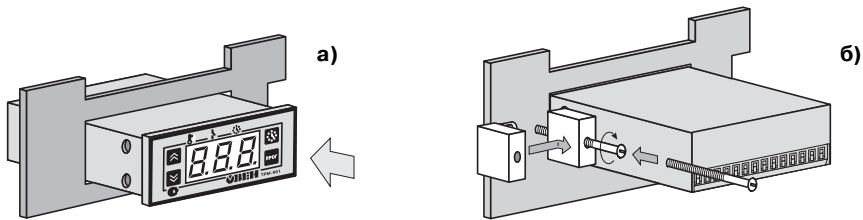

Рис. 3
5.1.2. Вставить прибор в отверстие лицевой панели щита, рис. 3, а.
5.1.3. Вставить фиксаторы из комплекта поставки в отверстия на боковых стенках прибора, рис. 3, б.